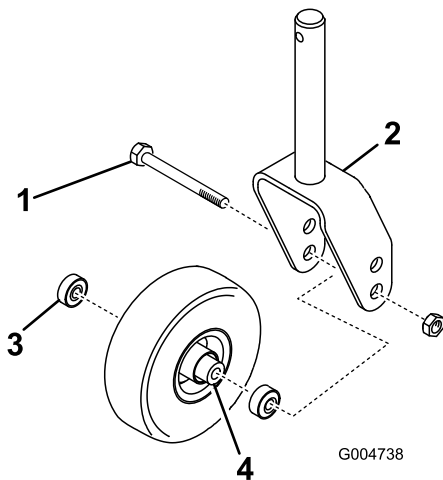

Figura 23
2. Retire la contratuerca del perno que sujeta el conjunto de la rueda giratoria en la horquilla (**Figura 23**). Sujete la rueda giratoria y retire el perno de la horquilla o del brazo de pivote.
3. Retire el cojinete de la rueda y deje que se caiga el suplemento del cojinete (**Figura 23**). Retire el cojinete del otro lado de la rueda.